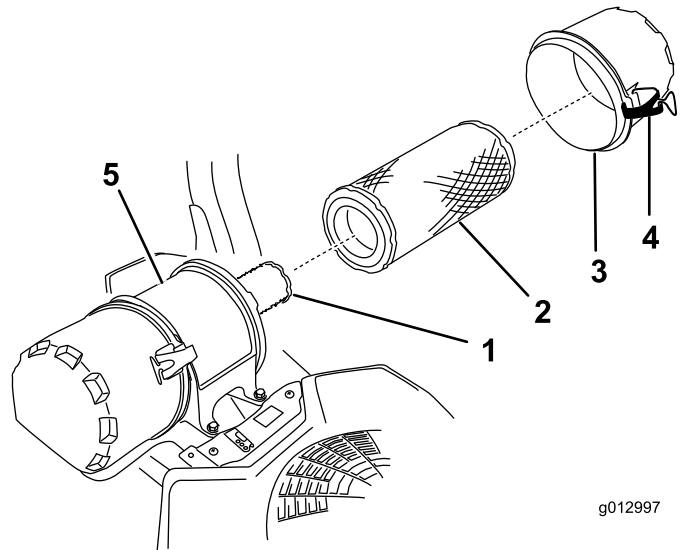

Figura 46
- Abra los cierres del limpiador de aire y tire de la tapa de la entrada de aire para separarla del cuerpo del limpiador de aire (Figura 46).
- Extraiga con cuidado el filtro primario de la carcasa del limpiador de aire (Figura 46).
- Si va a cambiar el filtro interno, deslícelo cuidadosamente en el cuerpo del filtro (Figura 46).
- Deslice cuidadosamente el filtro primario por encima del filtro interno (Figura 46).
- Instale la tapa del limpiador de aire y fije los cierres (Figura 46).